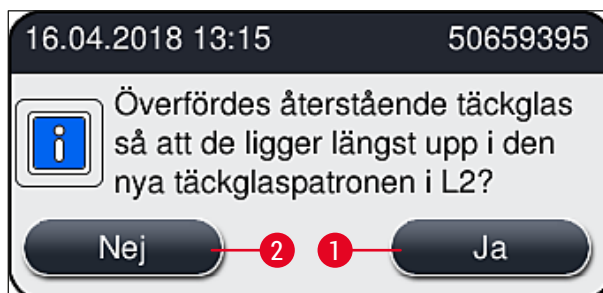

Bild 63
8. När du stängt kåpan får du frågan om de återstående täckglasen har satts in i det nya täckglasmagasinet (→ Bild 63). Är detta fallet, svarar du på informationsmeddelandet genom att trycka på Ja (→ Bild 63-1). Om inga täckglas har satts in, svarar du på informationsmeddelandet med Nej (→ Bild 63-2).